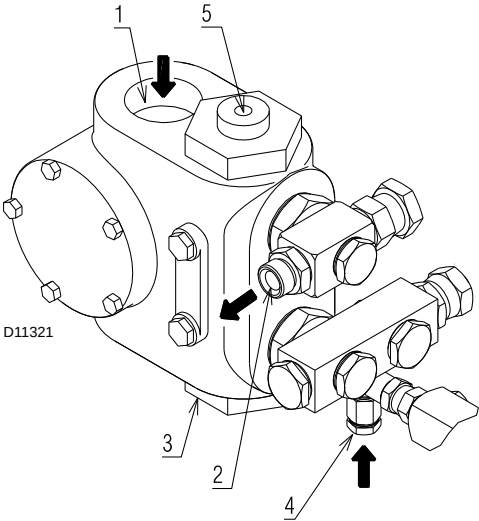

图 22
- 启动油泵自吸功能时，需要将油泵 (图 22) 上的 螺丝 4) 拧松，然后排净输油管路中的空气。
如果油泵内的油被排空，可在启动前通过真空计 3) (图 22) 上的开口注油；否则油泵无法启动。
- 图例 (图 22)